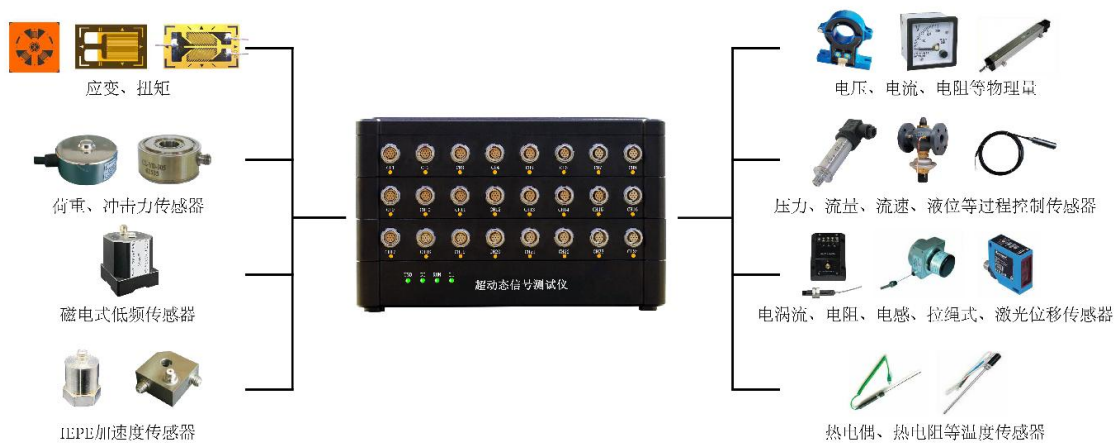

图 1 传感器与设备连接
- 1、 试验机外形图见附图 1。
附图 1 试验机外形图
4.1 设备与多种传感器的连接，如图 1 所示：